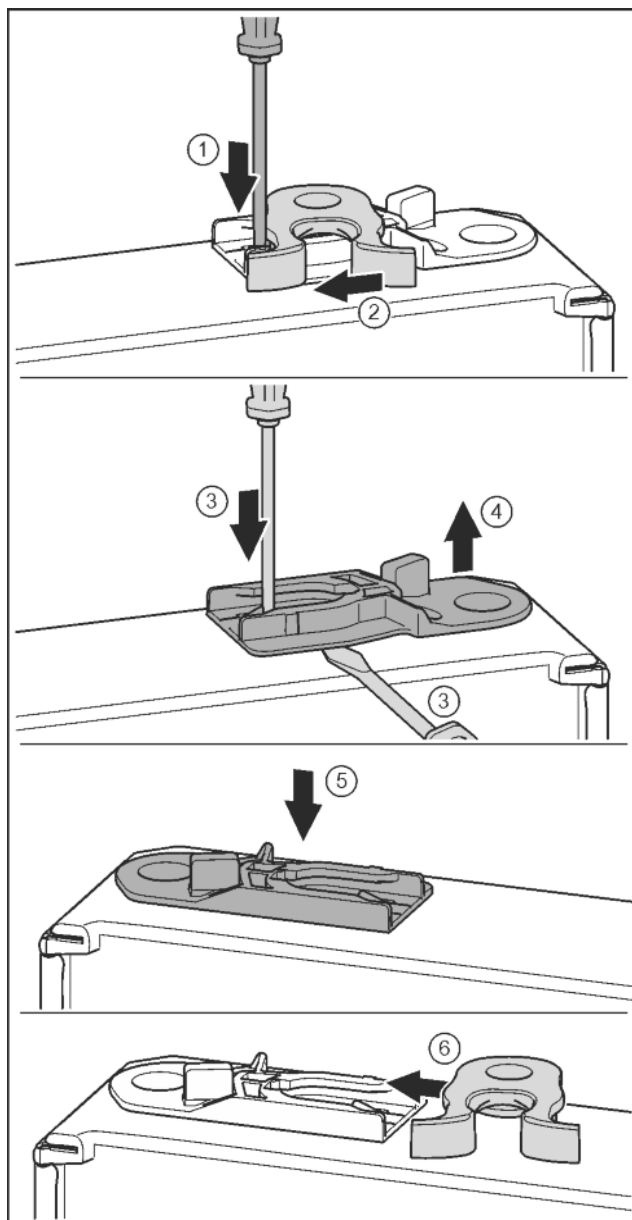

Fig. 14
- ▶ Нажать накладку шлицевой отверткой вниз. Fig. 14 (1)
- ▶ Запорный крючок вывести из направляющей. Fig. 14 (2)
- ▶ Извлечь направляющее гнездо: нажать накладку шлицевой отверткой и одновременно переместить ее шлицевой отверткой под направляющее гнездо. Fig. 14 (3, 4)
- ▶ Прилагаемое при поставке направляющее гнездо вставить на другой стороне корпуса. Fig. 14 (5)
- ▶ Запорный крючок вставить в направляющую. Fig. 14 (6)